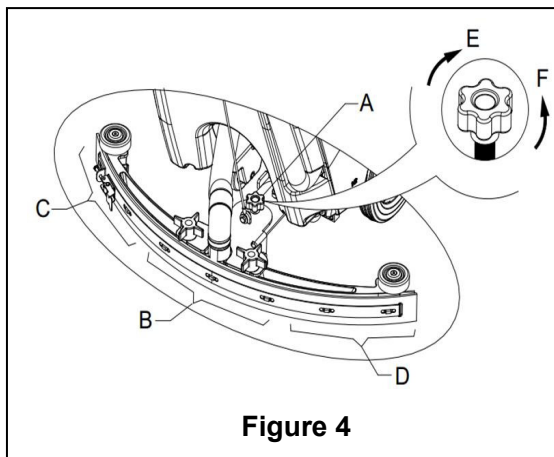

Figure 4
9. Installez la raclette et serrez-la bien avec la manette (16). Puis raccordez le flexible d'aspiration (11) à la raclette.
10. Réglez la raclette avec la molette de réglage (A) de la raclette (voir **Figure 4**).